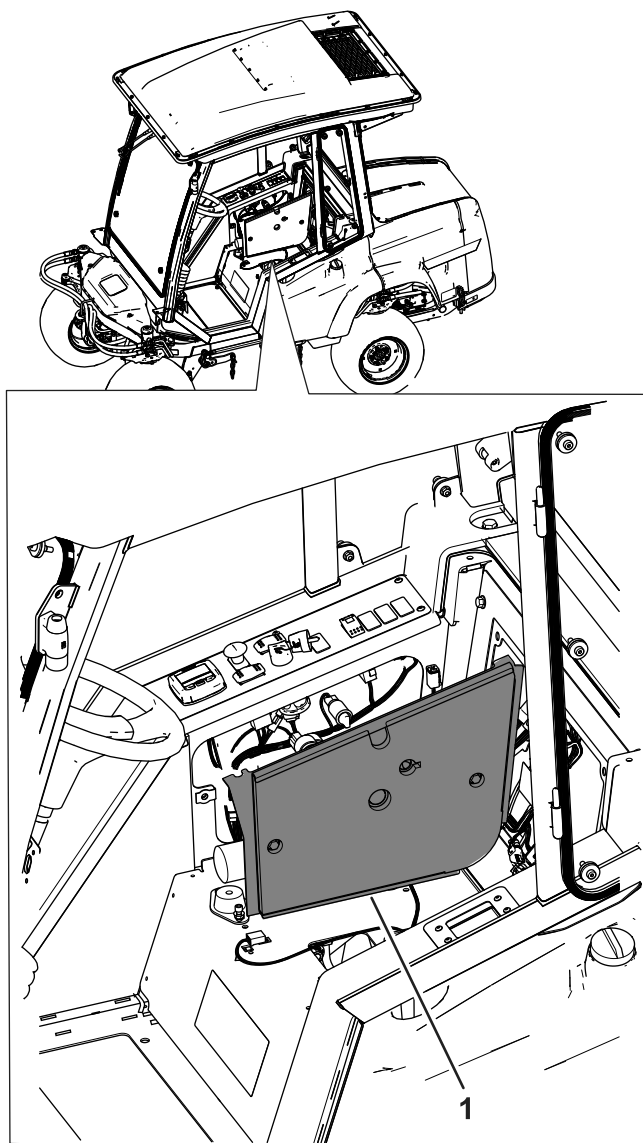

Figure 6
7. Déposez le panneau de commande de la console et desserrez puis soulevez le panneau de commande (Figure 6 ou Figure 7).
6. Montez le panneau de commande sur la console sur les machines avec cabine ou installez le panneau de commande sur les machines avec arceau de sécurité (Figure 6 ou Figure 7).